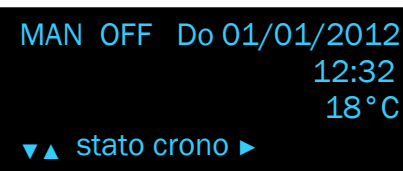

FIG. 4-31
- scorrere il menù con il tasto  fino a trovare la sezione "stato crono" (fig. 4-31);